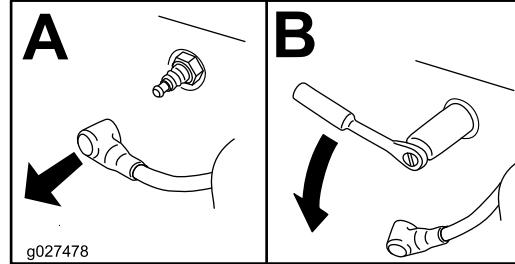

Bild 27
4. Bauen Sie die Zündkerze aus (Bild 27).